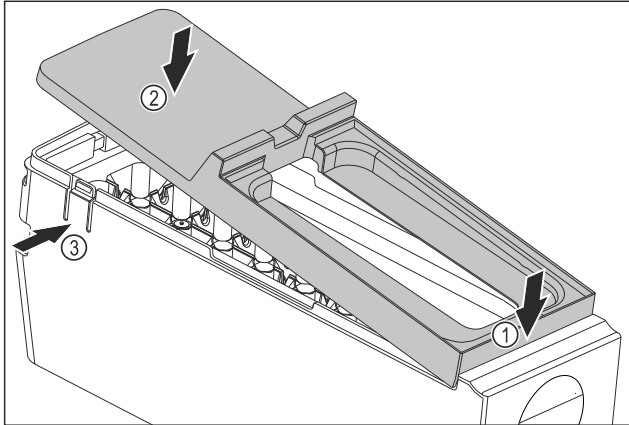

Fig. 96
- ▶ Abdeckung des EasyTwist-Ice-Korpus montieren: Abdeckung vorne ansetzen. Fig. 96 (1)
- ▶ Abdeckung hinten absenken. Fig. 96 (2)
- ▷ Abdeckung rastet hörbar in beiden Laschen Fig. 96 (3) ein.